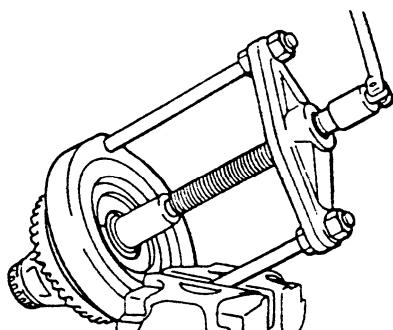

图 4-106 拆卸边轴承内座圈
(2) 拆卸边轴承内座圈时, 按图 4-106 所示用拉拔器拆卸差速器轴承。用铁丝将垫片、轴承座以及轴承座圈固定在一起。并将拆卸的位置区分清楚 (从动大齿轮或对面侧) 继续按上述方式拆卸其他轴承座圈。注意当轴承拆下后, 不可重复使用, 安装时必须更换新件。